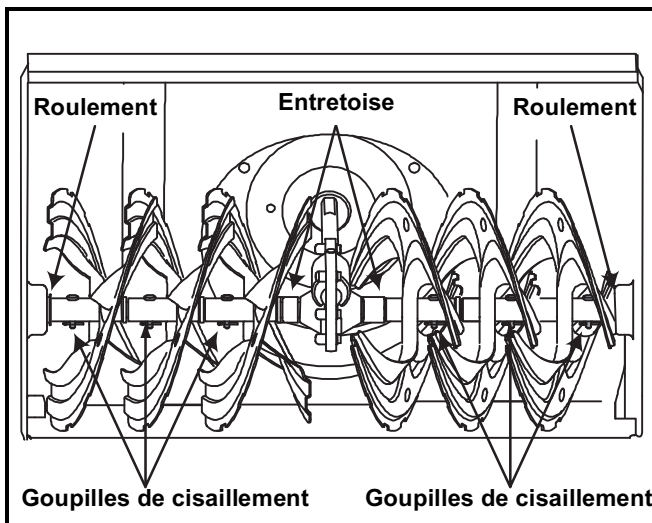

Figure 21- Tarière de 30 po illustrée.
- Enlevez les goupilles de cisaillement sur l arbre de la tarière, au moins une fois par saison. Vaporisez un lubrifiant à l intérieur de l arbre et autour des entretoises. Lubrifiez aussi les roulements à bride trouvés à chaque extrémité de l arbre de la tarière. Voir la Figure 21.